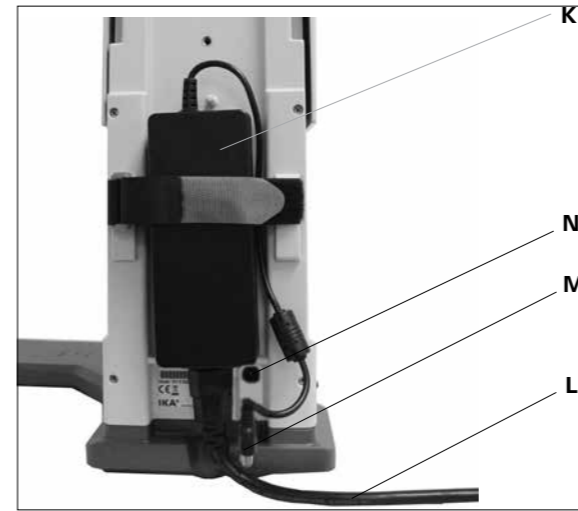

Fig. 9
3.) 바탕 화면 전환을 고정 (Fig. 9)
- 뒷면의 전환 어댑터 (K)를 연결합니다. 전환 어댑터 양쪽 탭을 수축하여, 매직 테이프(벨크로)로 고정합니다. 벨크로는 전환 어댑터 밑에 두지 말아야 합니다.
- 연결 소켓(N)에 낮은 전압 커넥터(M)를 연결합니다. (Fig. 9)